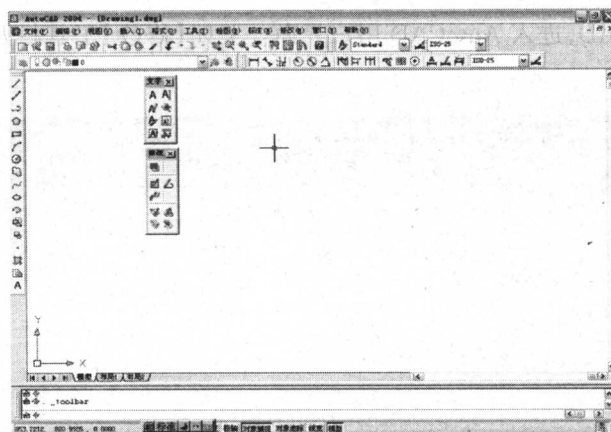

图 1-3 改变【文字】及【修改 II】工具栏的形状
3. 改变【文字】及【修改Ⅱ】工具栏的形状,如图 1-3 所示。